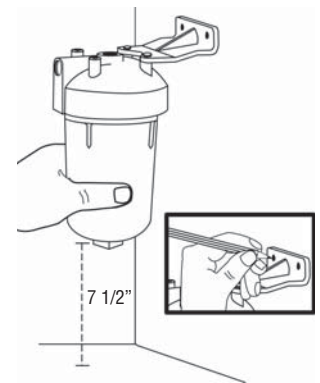

Figura 1
1. Ponga el filtro sujetándolo en contra del costado de la pared del mueble debajo del fregadero. Deje por lo menos un espacio de 7 pulgadas y medio debajo del filtro para instalar el cartucho. Determine un lugar deseable para la instalación del filtro y conexión de entrada. Sujete el soporte de montaje a los accesorios de montaje del cabezal del filtro con los tornillos autoperforantes. (Figura 1)